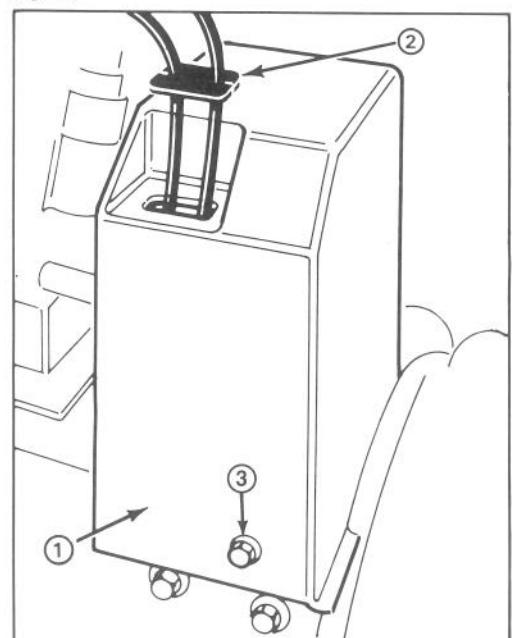

Figure 3
à collerette de $\frac{1}{4}$ -20 x $\frac{1}{2}$ " de long (fig. 3).
9. Faites passer le protège-câble sur les câbles et par l'orifice que présente le couvre-courroie (fig. 3).